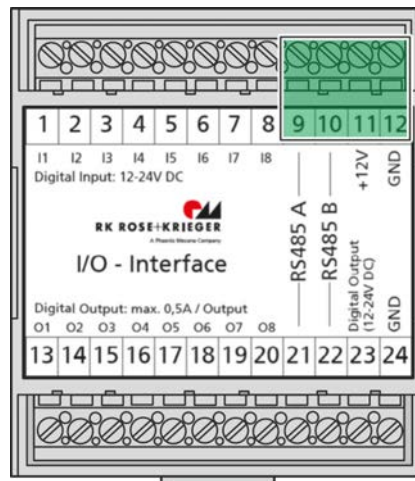

Abbildung 29 - Control-BUS-Kabel anschließen (Klemmen)
1. Die freiliegenden Adern des Control-BUS-Kabels mit den Klemmen (Abbildung 29, grün markiert) des I/O-Interface-Moduls gemäß folgender Tabelle verbinden: